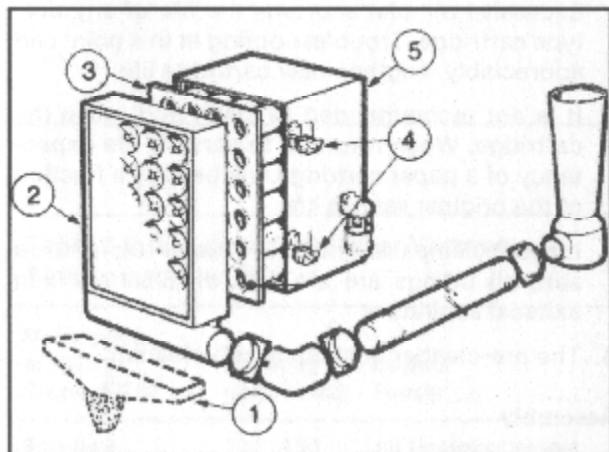

Рис.2-13 (№ 21026) Воздухоочиститель патронного типа (двухступенчатый)
1. Отвинтите гайку – барашек (4, рис. 2-13 или 2-14) на корпусе воздухоочистителя (5), снимите панель предочистителя с пылесборником (1). Снимите панель предварительной очистки (2) оборудованной всасывающим устройством, сняв U – образный болт.
2. Снимите пылевой картридж Pamic (3), поочередно ослабляя его крепление по четырем углам.
2. Вставляя новый картридж, держите его (3 рис.2-13 и 2-14) в таком же положении, как и когда вынимаете из корпуса. Вставьте чистый картридж в корпус; избегайте ударов трубок картриджа, а также уплотнительного фланца о кромки корпуса воздухоочистителя.
4. Замените панель предочистителя (2) и затяните гайки – барашка (4) вручную, при окончательной затяжке поверните на $\frac{1}{2}$ -2 оборота разводным ключом. Не перетягивайте. Затяните U - образный болт.